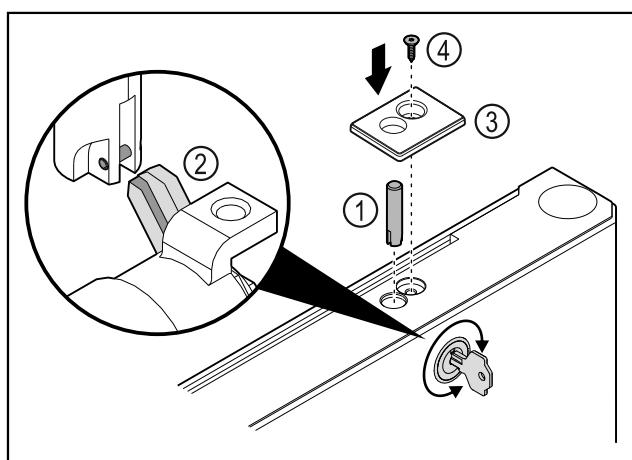

Fig. 42
► Introduceți bolțul încuietoarei Fig. 42 (1).
► Rotiți ușor încuietoarea, astfel încât bolțul încuietoarei Fig. 42 (2) să se fixeze în poziție în canelura încuietoarei.
► Introduceți apărătoarea Fig. 42 (3).
► Introduceți șurubul Fig. 42 (4).